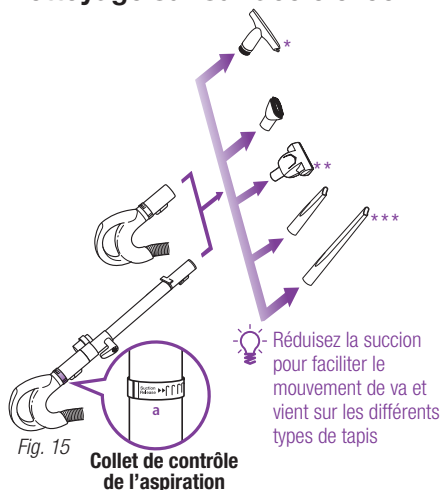

Fig. 15
- 2 Installez l'accessoire désiré à l'extrémité du tube de rallonge ou de la poignée. (Fig. 15)